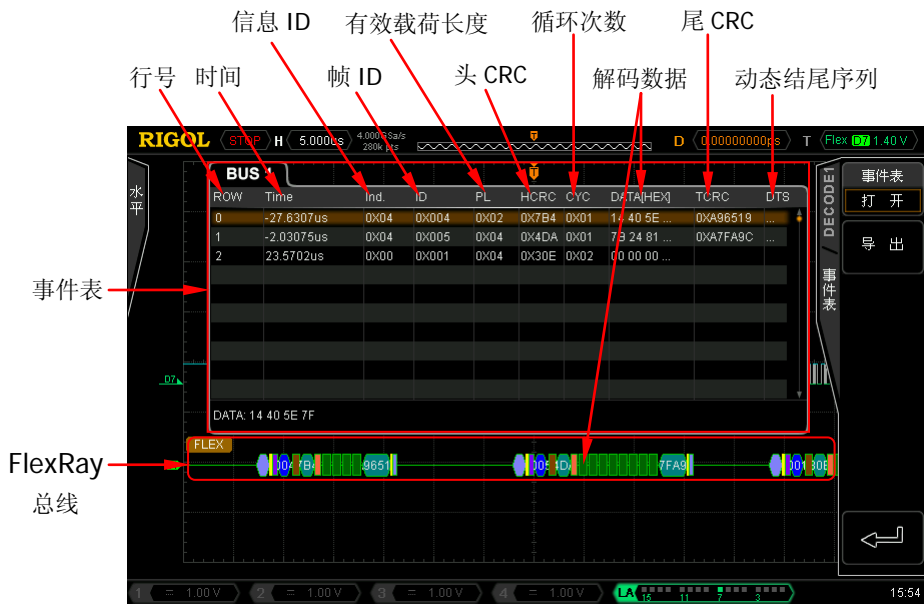

图 8-7 FlexRay 解码
按 **BUS 状态** 软键打开或关闭 Decode1 的显示。您也可以按 **Decode1** 软键切换当前 Decode1 显示的开/关状态。打开总线显示时，如图 8-7 所示。
1) 按 **事件表** 软键打开或关闭事件表。事件表打开时，如图 8-7 所示。